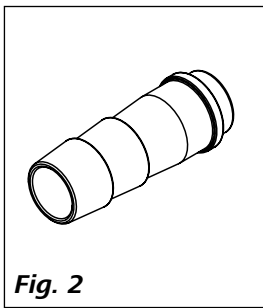

Fig. 2
- Olive de flexible, diamètre nominal 8 (2 p.) voir Fig. 2
- Olive de flexible, diamètre nominal 12 (2 p.) voir Fig. 2